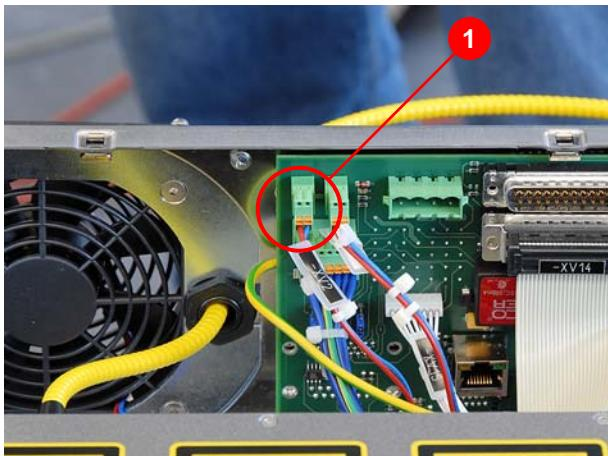

Abbildung 8.57 Stecker -XV2
46. Stecker für die Spannungsversorgung des Lüfters -M1 (-XV2) (1) (Abbildung 8.57) an der PL-CF-Karte anstecken.